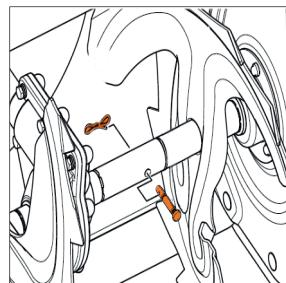

Рис. 27
- В случае с заклиниванием шнека ледяным затором или посторонним предметом штифты срезаются и шнеки прекращают вращаться, предохраняя редуктор и трансмиссию снегоуборщика от поломок. Ежегодно проверяйте срезные штифты и производите их замену в случае необходимости (Рис. 27).